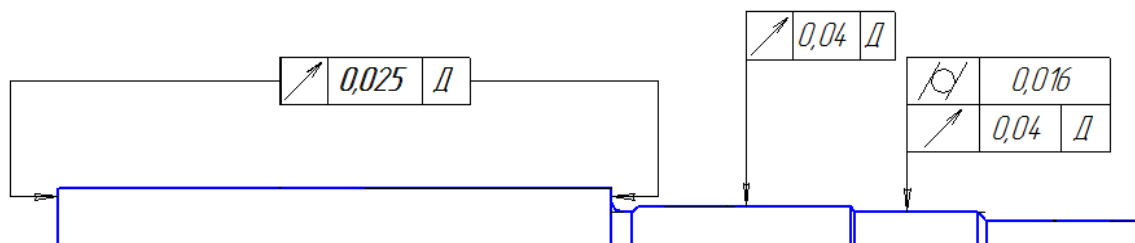

Рис. 5.10
14. Выберите раздел **«Обозначения»**, выберите инструмент **«Допуск формы»**. При помощи этого инструмента надо выполнить 3 формы, как на рис. 5.10.
Для этого, выберите место, куда будет вставлена форма. После вставки основной формы в левом нижнем углу свойств инструмента выберите **«Ответвление со стрелкой»**, после чего выберите точку на уже вставленной форме (в данном случае это левая нижняя), после кликните на место, в которое будет указывать стрелка ответвления (если после этого кликнуть еще раз, то стрелка будет указывать в место последнего клика, а в предыдущем месте изогнется). Для создания нескольких стрелок (левая форма на рис. 5.10), выберите кнопку **«Ответвление со стрелкой»**, после задания нужной формы первой стрелки нажмите на ту же кнопку 2 раза, выключив и включив инструмент **«Ответвление со стрелкой»**, после второго включения первая стрелка останется нетронутой, при этом можно создать вторую. Когда форма и стрелка готовы, кликните на поле **«Текст»** свойств инструмента. В свой-